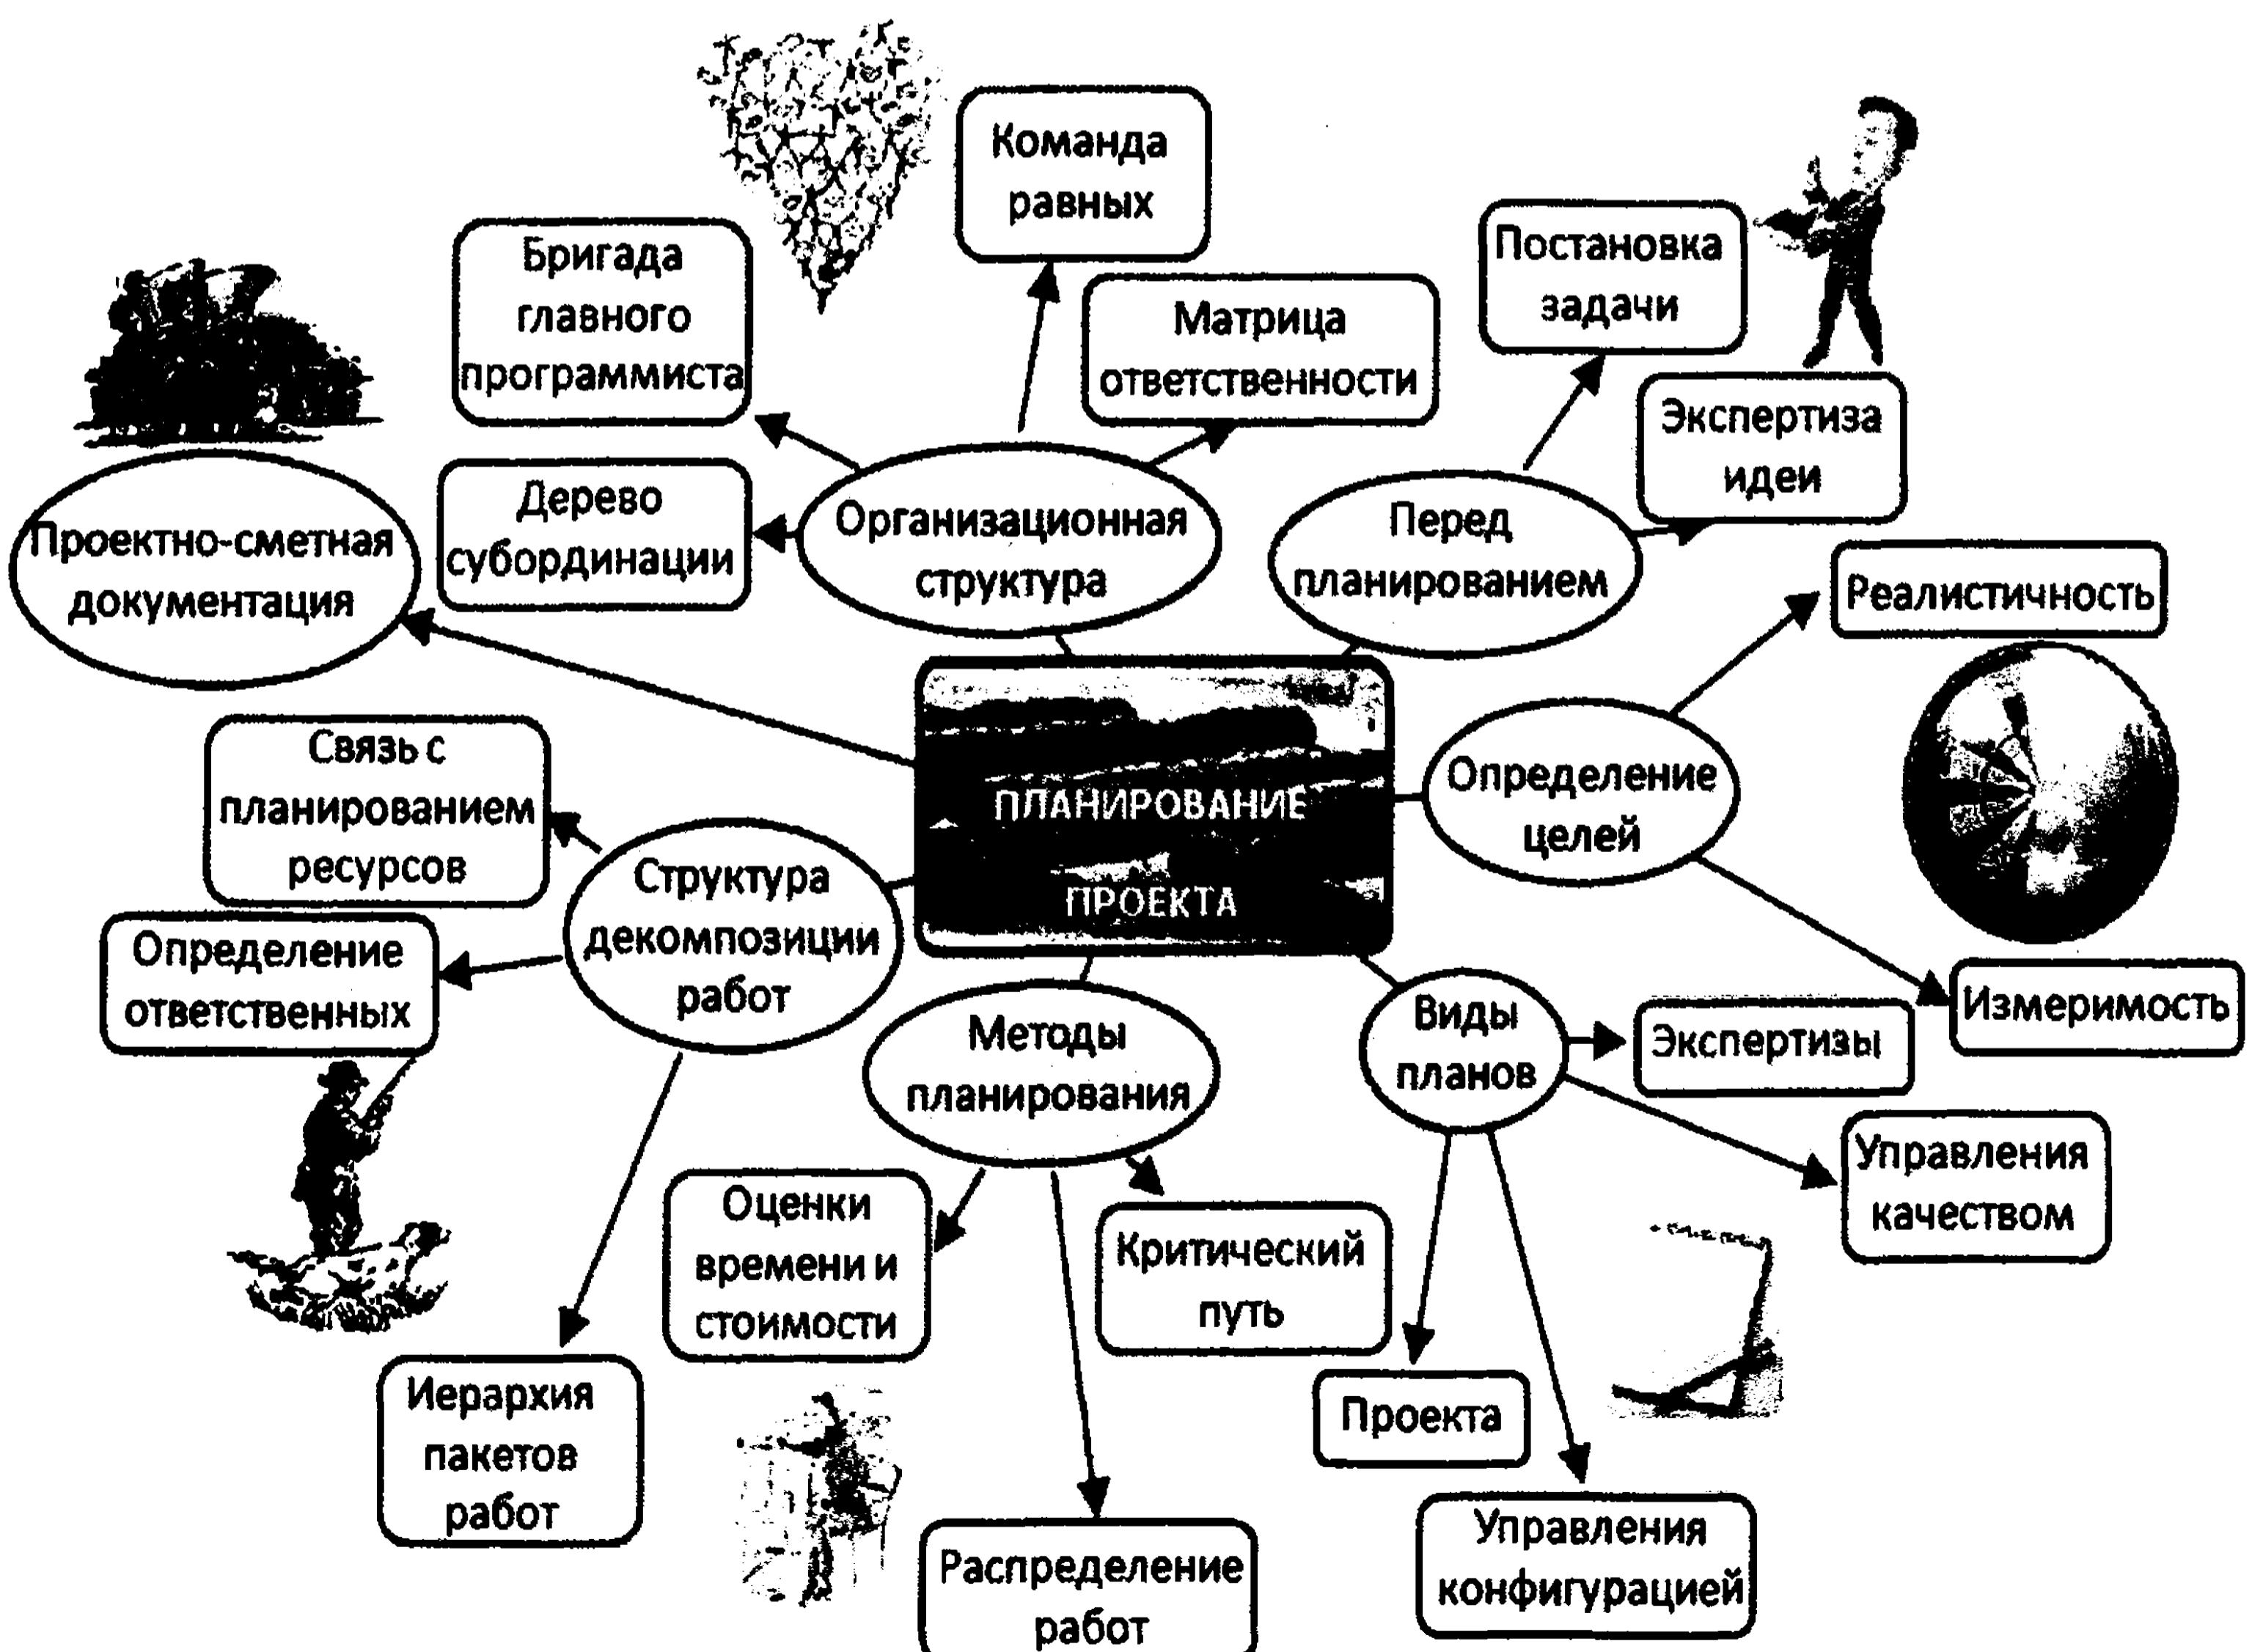

Рис. 1.18. Планирование проекта
2. **Планирование.** Разработка последовательности действий, позволяющей достигнуть желаемого (рис. 1.18).